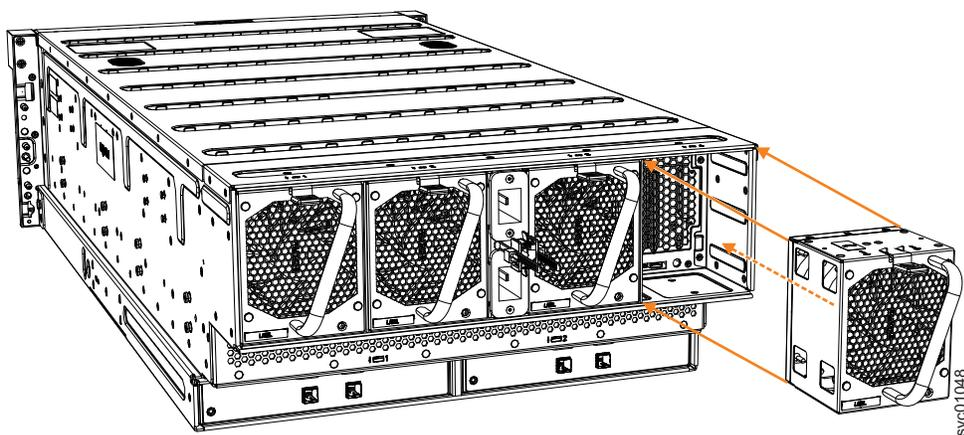

図 83. ファン・モジュールの取り外し
3. 261 ページの図 83 に示されているように、ハンドルを使用して、ファン・モジュールをエンクロージャのシャーシから引き出します。